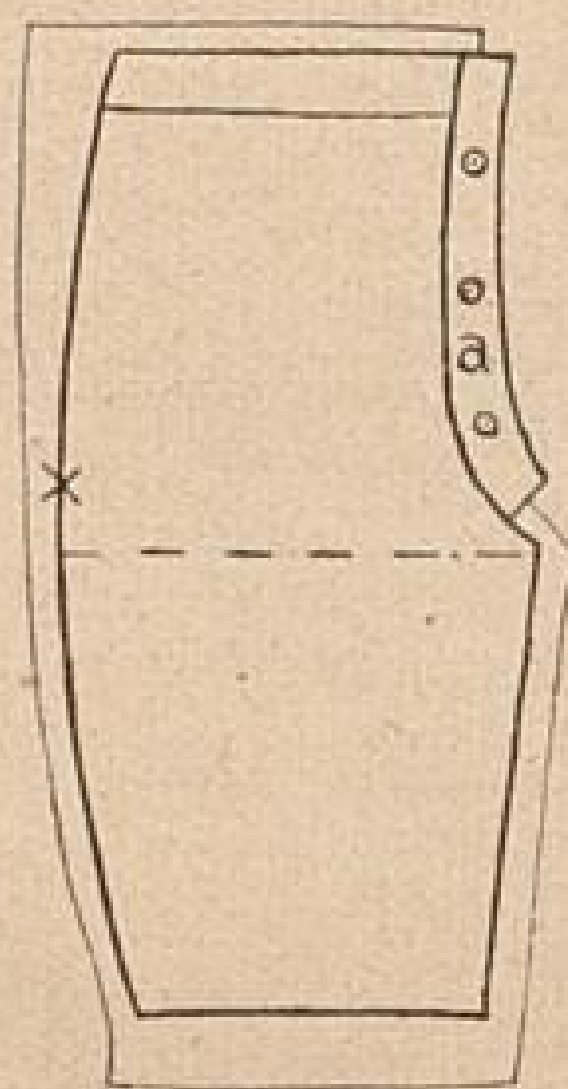

Abb. 129
5. aus Futter für die anzusetzende Knopfpatte (Abb. 129).